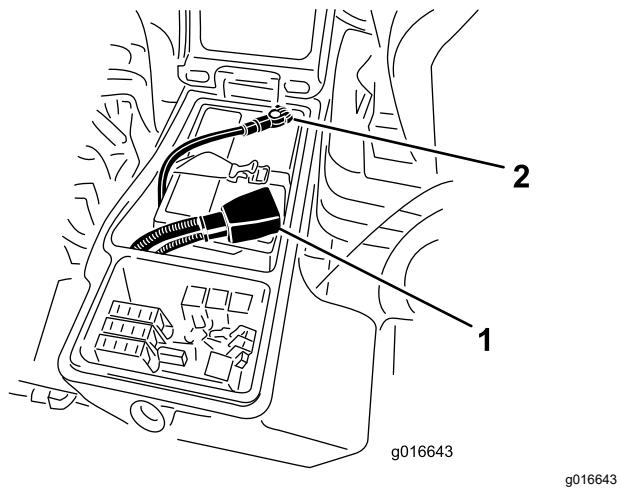

Figura 81
- Instale o cabo positivo (vermelho) no terminal positivo (+) e o cabo negativo (negro) no terminal negativo (-) da bateria (Figura 81). Prenda os cabos nos pólos com parafusos e porcas. Certifique-se de que o terminal positivo (+) se encontra corretamente colocado no polo e de que o cabo se encontra corretamente encaixado na bateria. O cabo não deverá estar em contacto com a cobertura da bateria. Coloque a proteção de borracha sobre o terminal positivo para evitar um curto-circuito.